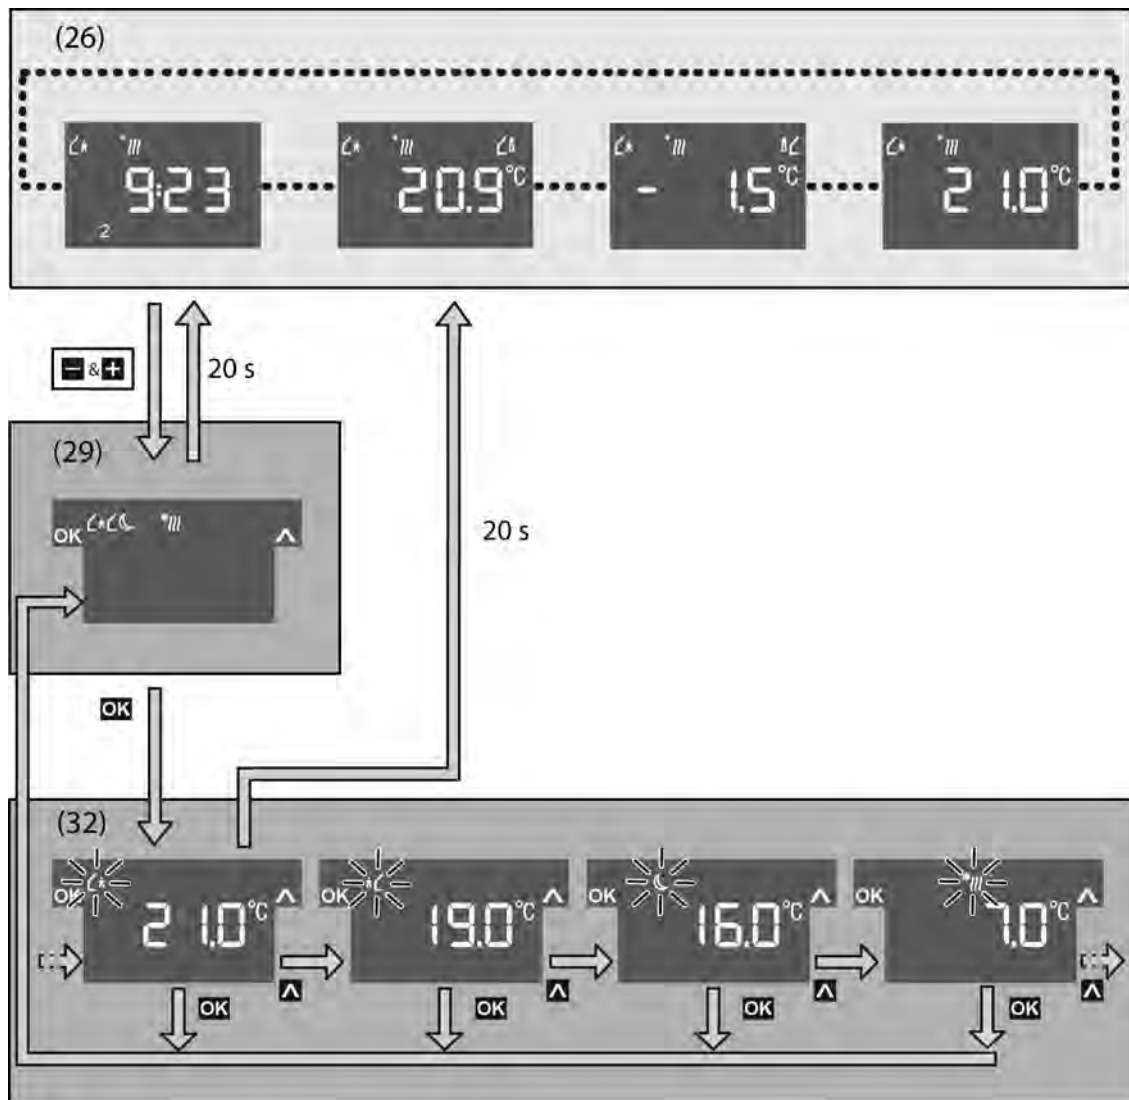

Bild 12: Untermenü zur Betriebsmodus-Umschaltung
- Mit der rechten Displaytaste  den Menüpunkt für die Betriebsmodus-Umschaltung (29) auswählen (Bild 12).